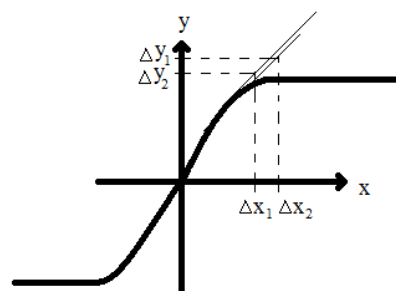

Рисунок 3
6. К какому графику коэффициента относится рисунок 3: